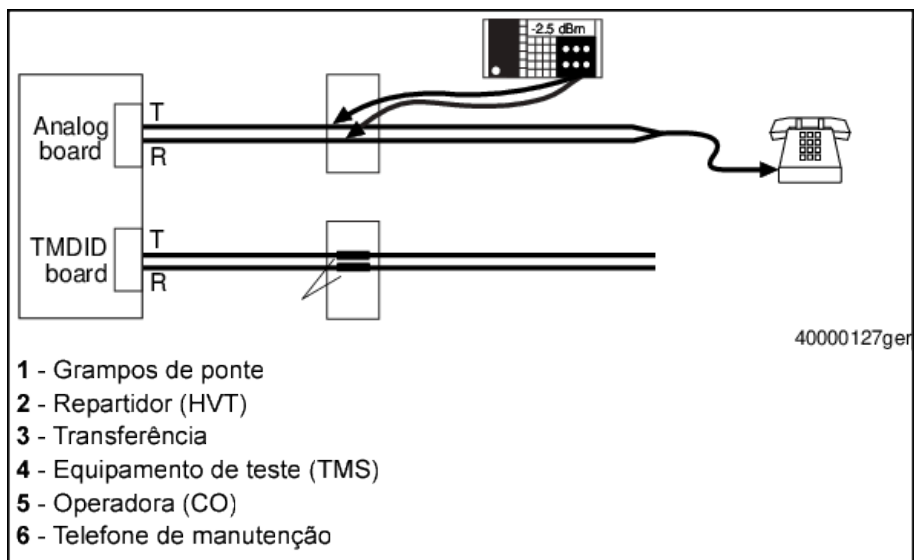

Figura 243: Disposição de teste para medições ERL/SRL em canais de linhas de marcação directa
- 4) Ligar o equipamento de teste (TMS) ao acesso correspondente no telefone de manutenção (Figura 243: Disposição de teste para medições ERL/SRL em canais de linhas de marcação directa na página 313).